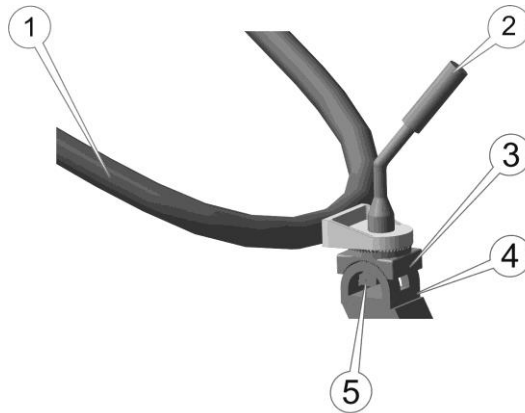

Рисунок 5.3 – Регулювання кута керма
8. Звільнити кермо від пакувальної півки. Встановити регульовальну опору (3) на кронштейн кріплення керма 4 (див. рис. 5.3), попадаючи зубцями в зубці встановити кермо (1) на регульовальну опору (3), закріпити кермо за допомогою затискного упору (5) та затиску осі регулювання висоти та повороту керма (2). Для регулювання висоти та повороту керма необхідно послабити затиск (2), виконати регулювання керма, затягнути затиск.